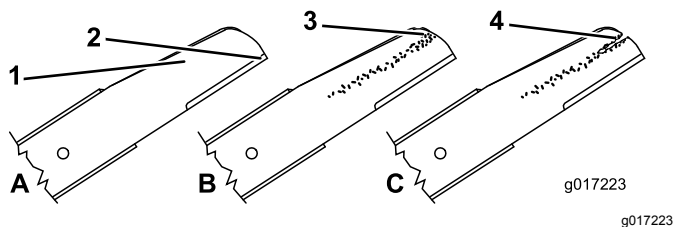

Figura 38
1. Controllate i taglienti (Figura 38). Se i taglienti non sono affilati o presentano intaccature, togliete le lame ed affilatele o sostituitele.
2. Controllate le lame stesse, in particolare l'area curva (Figura 38). In caso di danni, usura o scanalature nell'area, sostituite immediatamente con una nuova lama.